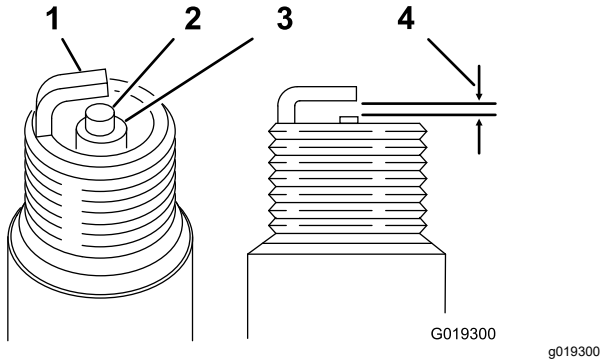

图 33
**空隙** 0.700.80mm 请参阅 图 33
4. 如 图 33 所示将空隙设定为 0.700.80mm。